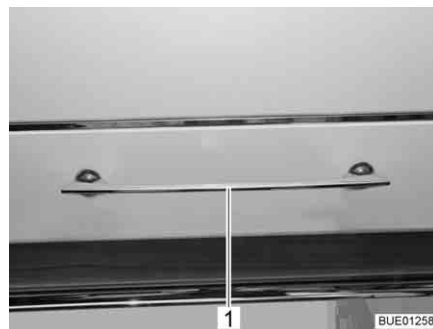

Fig. 54 Abattant de placard avec poignée de déverrouillage
- Enfoncer la poignée de déverrouillage (Fig. 54,1) vers le bas et le maintenir enfoncé.